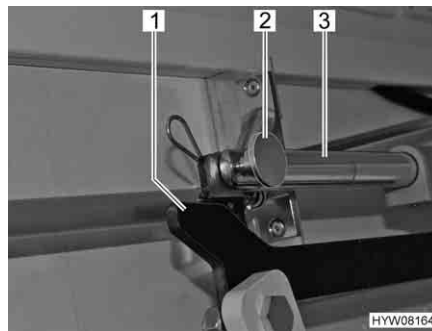

Fig. 61 Azionamento
- Rimuovere il collegamento (copiglia e bullone) (Fig. 61,2) tra la biella (Fig. 61,3) e la leva (Fig. 61,1).
- Afferrare dal basso tra parete laterale e la tiranteria del letto basculante e rimuovere il collegamento (copiglia e bullone) (Fig. 61,2) tra la biella (Fig. 61,3) e la leva (Fig. 61,1).